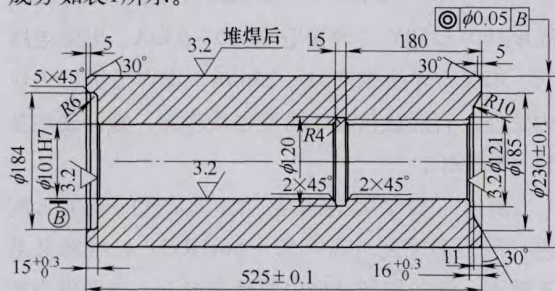

图 1
我厂制造的扇形段堆焊辊材料一般采用42CrMo, 技术要求调质242~287HBW、辊面堆焊不锈钢堆焊层厚度3~6mm, 堆焊硬度要求46~50HRC。扇形段辊子如图1所示。堆焊层金属化学成分如表1所示。
(1) 42CrMo属于焊接性能差的钢种, 焊接时容易产生裂纹, 故堆焊前应进行预热处理。
(2) 因表面堆焊不锈钢, 成分以2Cr13系为主, 加入适量Ni、Mo、W、V、N等高温强化合金元素, 加工时硬化严重、切削力大、切削温度高、切屑不易折断、易粘结, 刀具磨损严重、线膨胀系数大。
(3) 如图1所示, 扇形段辊子长度为525mm, 再加上刀具的磨损, 加工中易产生锥度, 尺寸很难保证, 外圆和内孔的同轴度就更难以保证。